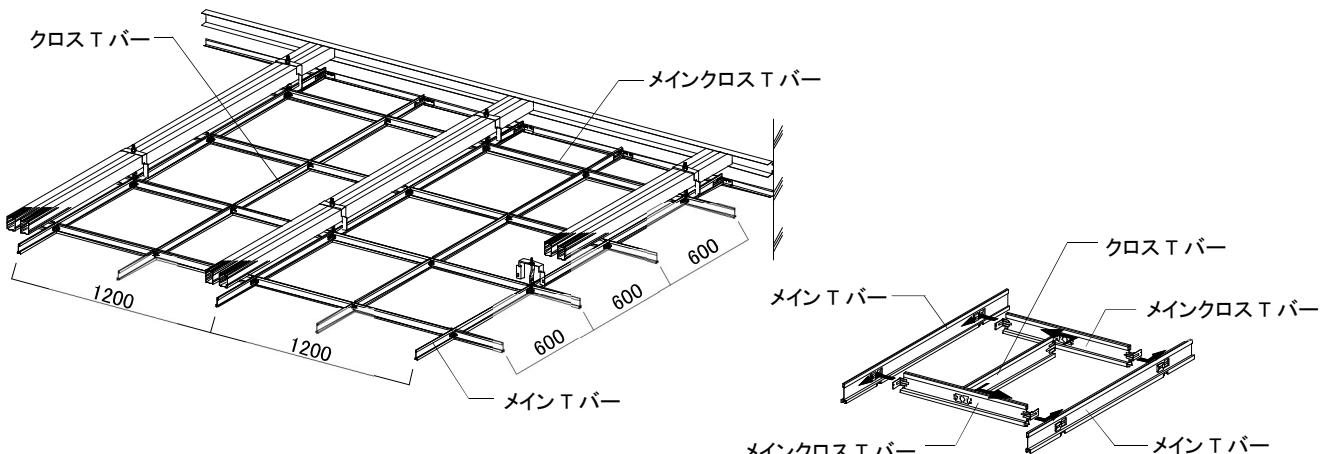

図2-6-3 クロスTバーの設置
- ③ クロスTバーをメインクロスTバーにジョイントする。(図 2-6-3 参照)